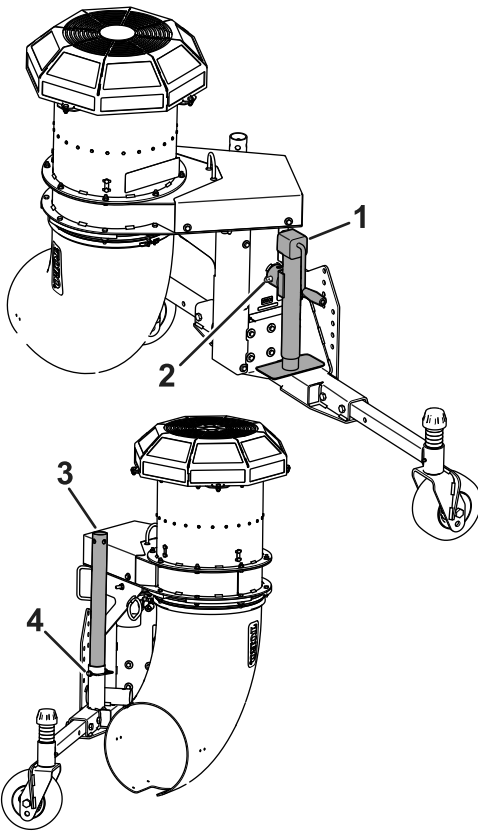

Figura 6
7. Retire el pasador de alambre que sujeta el tubo del gato fijo al tubo de almacenamiento (Figura 6). Retire el gato de la posición de almacenamiento.